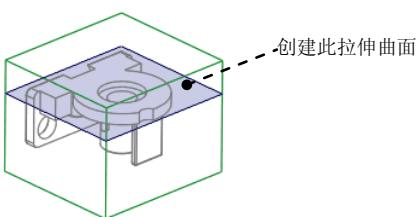
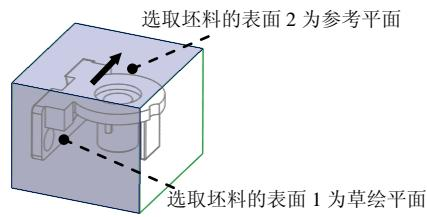

图 14.25 创建拉伸曲面
图 14.26 定义草绘平面
(5) 单击 **模具** 功能选项卡 **操作** ▾ 区域中的“粘贴”按钮 ，系统弹出 **曲面：复制** 操控板。
(6) 在系统弹出的 **曲面：复制** 操控板中单击  按钮。
Step5. 通过“拉伸”的方法，创建图 14.25 所示的拉伸曲面。
(1) 将坯料取消遮蔽。在模型树中右击  WP.PRT，在系统弹出的快捷菜单中选择  取消遮蔽 命令。
(2) 单击 **分型面** 功能选项卡 **形状** ▾ 区域中的  拉伸 按钮，此时系统弹出“拉伸”选项卡。
(3) 定义草绘截面放置属性。右击，从系统弹出的菜单中选择 **定义内部草绘...** 命令；在系统  的提示下，选取图 14.26 所示的坯料表面 1 为草绘平面，接受图 14.26 中默认的箭头方向为草绘视图方向，然后选取图 14.26 所示的坯料表面 2 为参考平面，方向为 **上**。单击 **草绘** 按钮，至此系统进入截面草绘环境。